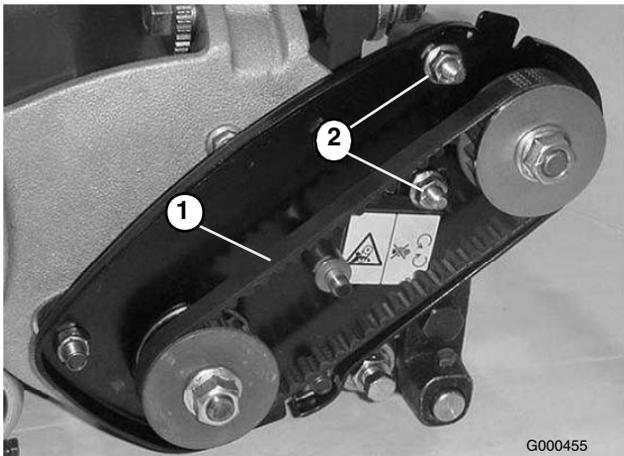

Figura 32
- A. Desaperte as porcas de montagem da caixa de mancal (Figura 32).
- C. Aperte as porcas de montagem da caixa de mancal (Figura 32). Não aperte demasiado a correia.